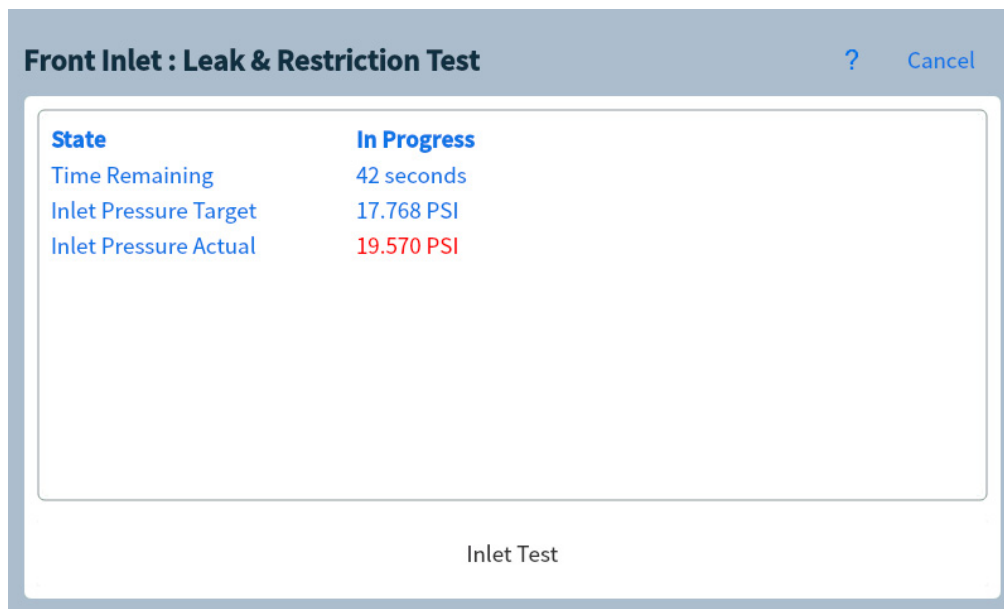

Figure 43. Page de test de fuite et de restriction
- 3 Sélectionnez **Démarrer le test**. Le test est lancé. Les détails du test sont affichés avec les résultats du test. Voir **Figure 43**.